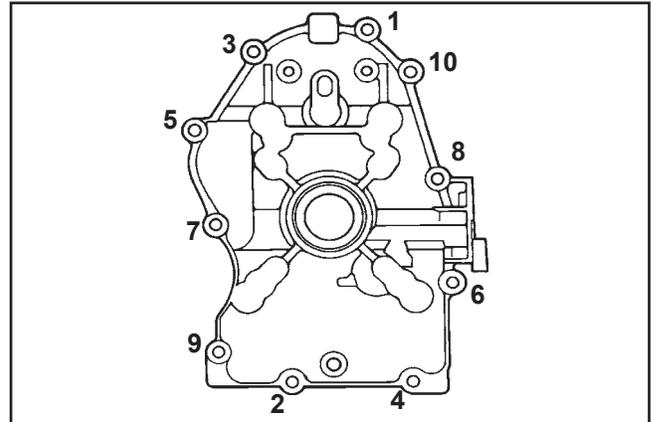

Abbildung 11-21. Anzugsabfolge und -moment Verschlussplatte.
6. Die zehn geflanschten Sechskantschrauben, die die Verschlussplatte am Kurbelgehäuse fixieren, montieren. Die Anschlüsse gemäß der in Abbildung 11-21 gezeigten Abfolge auf **24,4 N·m (216 Zoll lb)** anziehen. Auf einigen Motoren ist eine der zehn Montageschrauben überzogen. Die überzogene Schraube wird in der Regel in der Öffnung Nr. 6 der Abbildung 11-21 montiert.